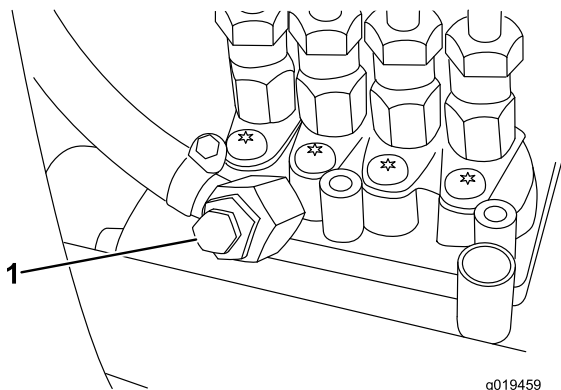

Figure 29
6. Desserrez la vis de purge sur la pompe d'injection (Figure 29).